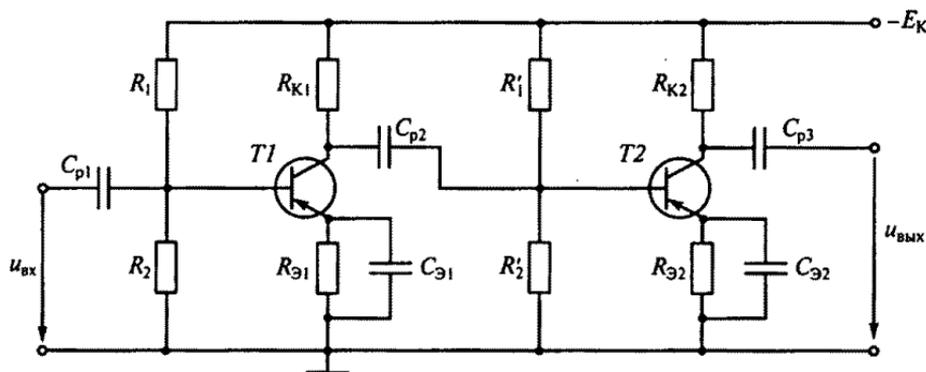

Рис. 209
8.30.Р. На рис. 209 представлена схема двухкаскадного усилителя напряжения с резистивно-емкостной связью. Каково правильное соотношение между емкостным сопротивлением $x_{C_{р2}}$ разделительного конденсатора $C_{р2}$ и входным сопротивлением второго каскада?